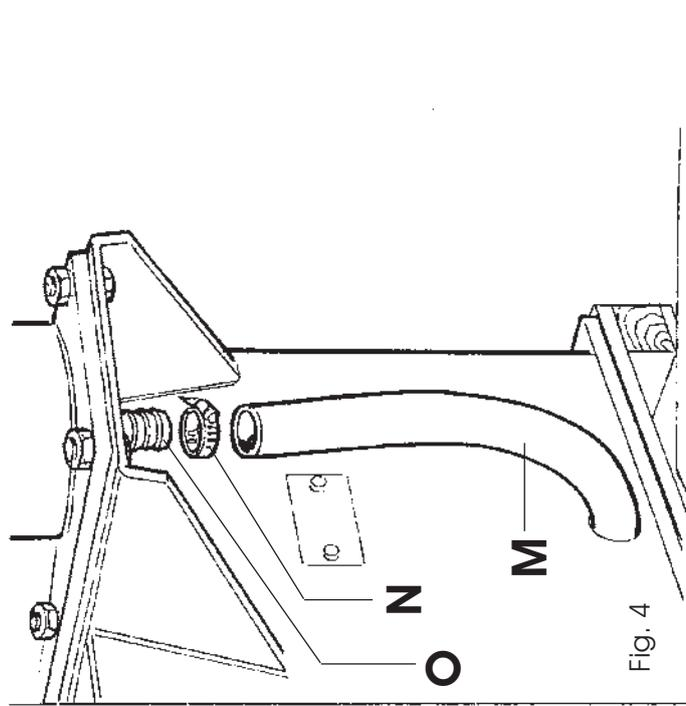

Fig. 4
- ❑ Enlever le bouchon et brancher le tuyau en caoutchouc "M" dans le raccord "O" ; fixer le tuyau avec le collier de serrage "N" (Fig. 4).